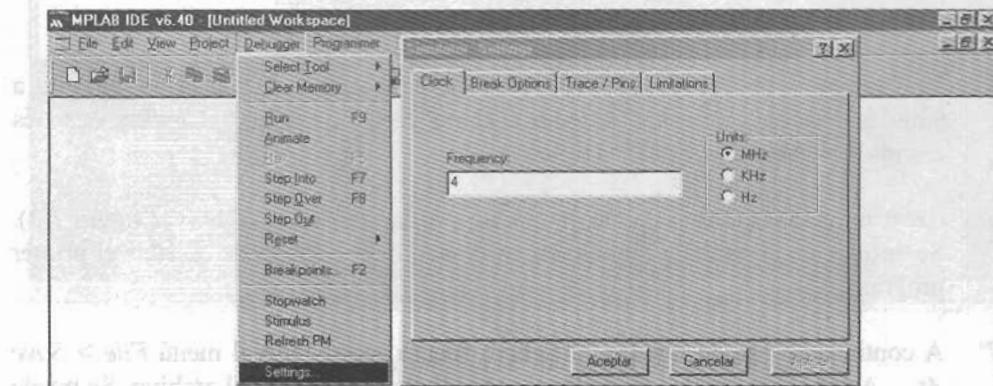

Figura 7-5 Selección de la frecuencia de simulación para el MPLAB SIM
- 5º La frecuencia de trabajo del MPLAB SIM debe coincidir con la del circuito a simular. Para seleccionarlo acceder a *Debugger > Settings > Clock* y después comprobar que está a 4 MHz (figura 7-5).